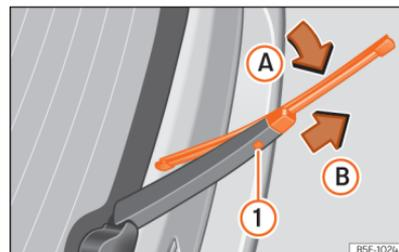

Fig. 194 Substituição da escova do vidro traseiro.
- Rode ligeiramente a escova » » » **Fig. 194** [seta  A].